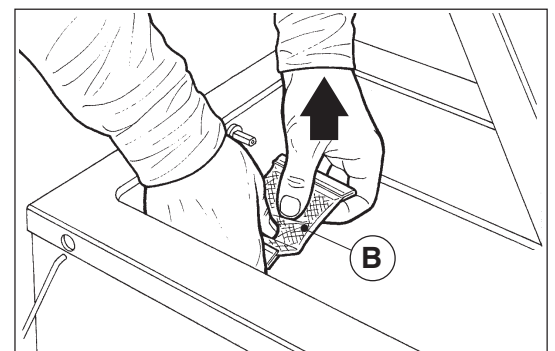

Abb. 3
- 4) Ziehen Sie den Schweißsack hoch (B - Abb. 3).